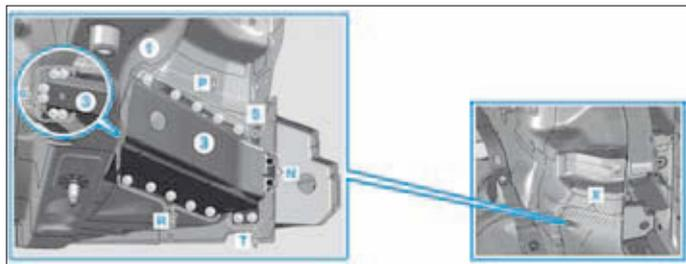
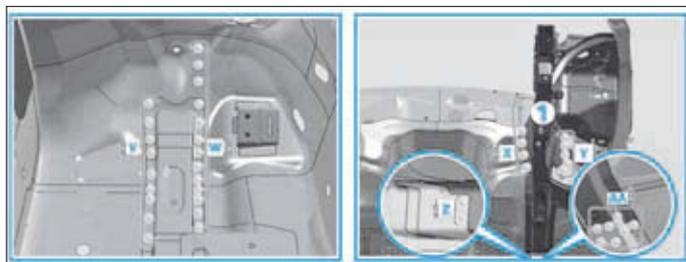
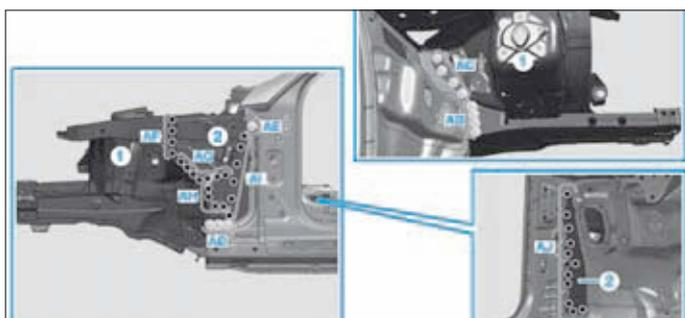

FIG. 37
FIG. 38
FIG. 50
- Déposer le passage de roue avant (1) et la traverse (3).
- Poser, ajuster et fixer le passage de roue avant (1) (Fig.37).
- Appliquer de la colle à deux composants sur la zone hachurée (X).
- Poser, ajuster et fixer la traverse (3).
- Riveter la traverse (3) avec un rivet de Ø 6,5 x 12,5 mm dans les zones (P, Q, R et T).
- Souder la traverse (3) :
- par points électrique dans la zone (N),
- par points bouchons MAG dans la zone (S) puis meuler les points de soudure.
- Riveter le passage de roue avant (1) avec un rivet de Ø 6,5 x 14,5 mm dans les zones (V, W, X, Y, Z et AA) (Fig.38).
- Percer dans la zone intérieure du plancher principal et sur la traverse (3) des trous de rivet de Ø 6,7 mm dans les zones (I, J, K, M, N et O).
- Déposer le passage de roue avant (1), la tôle de fermeture (2) et la traverse (3).
- Poser, ajuster et fixer le passage de roue avant (1) et la tôle de fermeture (2) (Fig.37).
- Riveter la traverse (3) avec un rivet de (Ø 6,5 x 12,5 mm) dans les zones (P, Q, R et T).
- Riveter le passage de roue avant (1) avec un rivet de Ø 6,5 x 14,5 mm dans les zones (V, W, X, Y, Z, AA, AB, AC, AD et AE) (Fig.38) et (Fig.50).
- Souder le passage de roue avant (1) et la tôle de fermeture (2) par points électrique dans les zones (AF, AG, AH, AI et AJ).